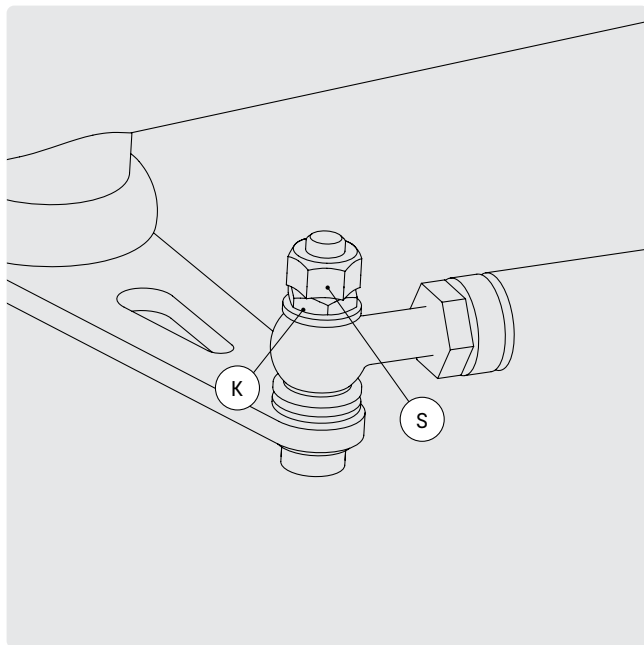

FIG. 32
- Se si preferisce uno sterzo più pesante, serrare leggermente di più il dado piatto K sul tirante dello sterzo (fig. 32). A tal fine, è necessario rimuovere il dado autobloccante S.